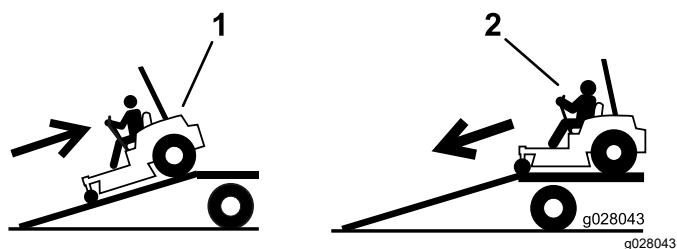

Figura 38
4. Urcai maina pe rampă cu spatele (Figura 38).
2. Coborâi maina de pe rampă cu faa (Figura 38).